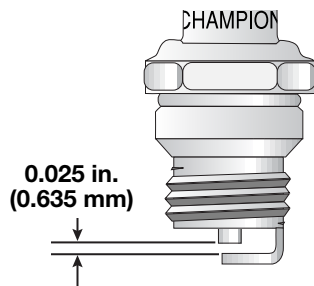

Fig. 68
3. Remplacez toute bougie fendillée, encrassée ou sale. Réglez l'écartement à 0,635 mm (0,025 po) à l'aide d'une jauge d'épaisseur (Fig. 68).